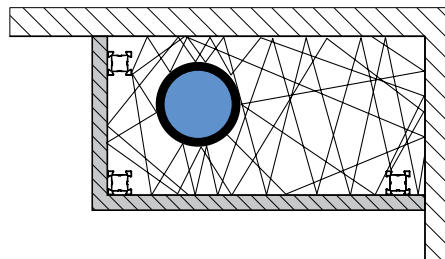

Abbildung 17: Schallreflexion in einem nicht schallabsorbierend ausgekleideten Schacht
Leitungen, die durch schutzbedürftige Räume geführt werden, sind in der Regel in separaten Leitungsschächten zu verlegen. Untersuchungen haben gezeigt, dass infolge der Schallreflexionen im Innern der Installationsschächte mit einer Schallpegelerhöhung von bis zu 10 dB(A) gerechnet werden muss (Abbildung 17).